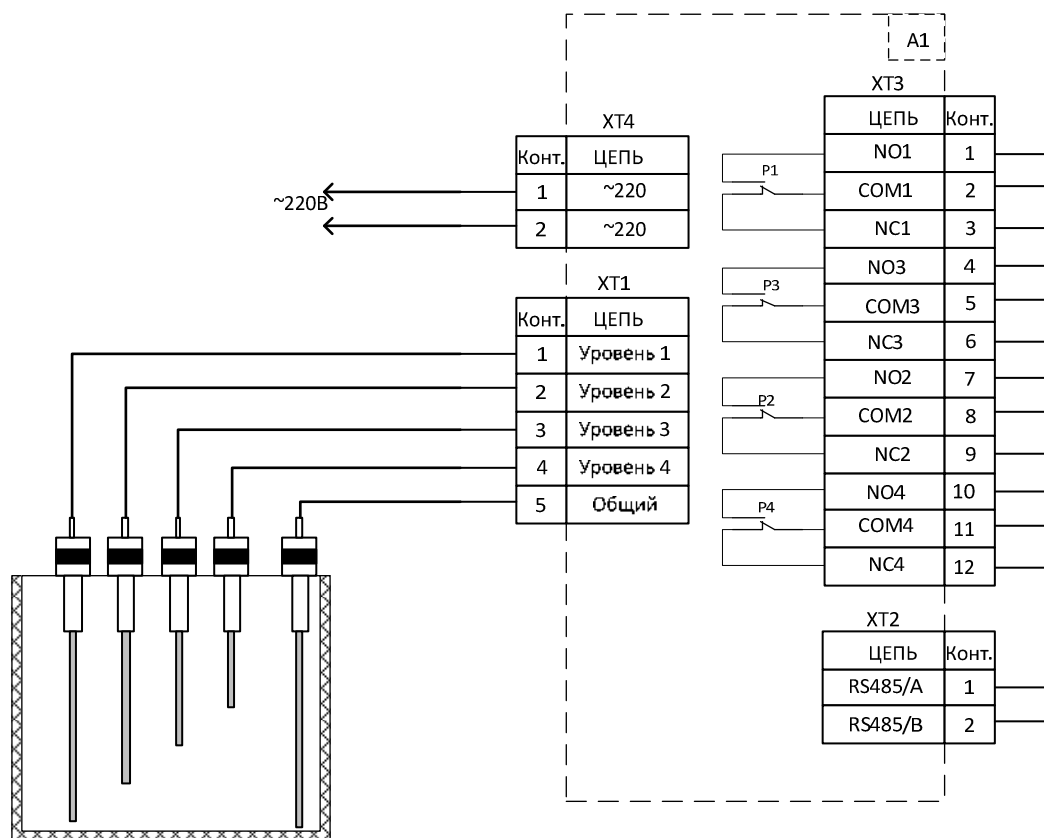

Рис.1. Сигнализатор СУР-4. Схема электрическая подключения.
5.4. На рис. 1. показана типовая схема подключения.